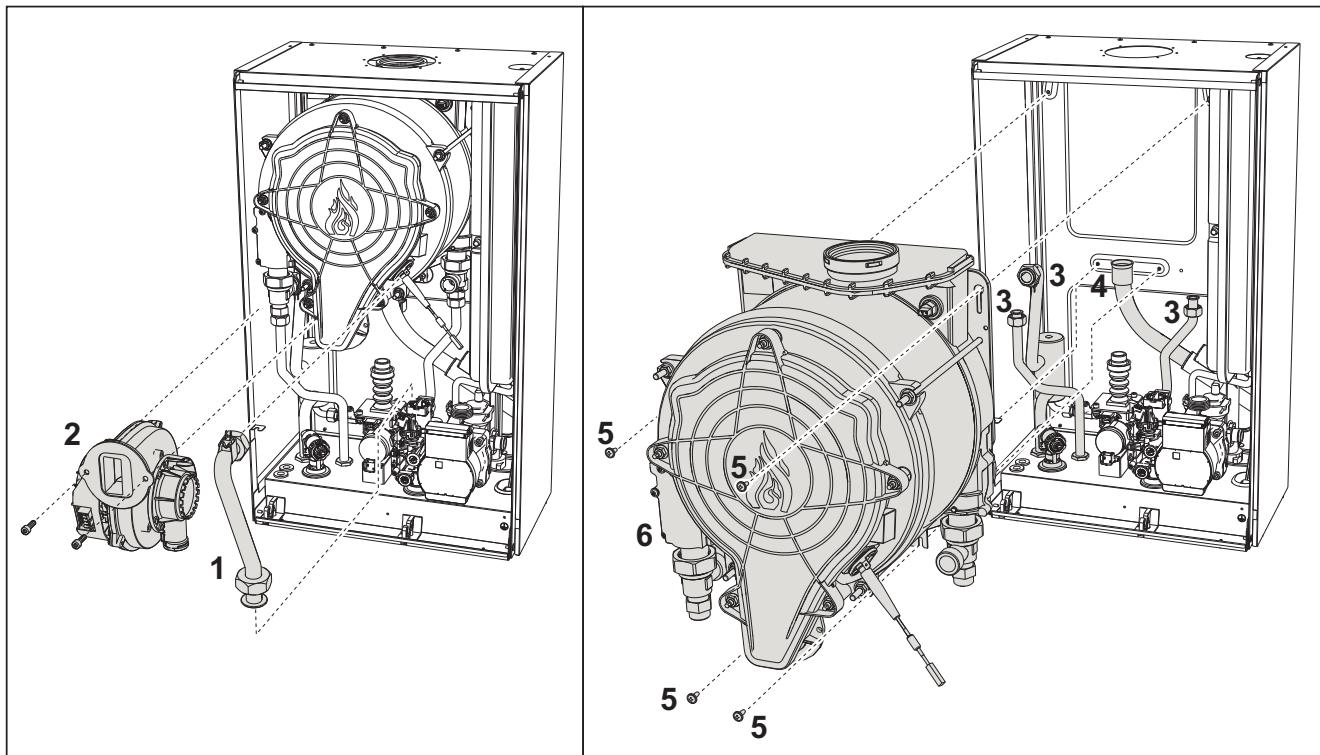

fig. 40- Schimbătorul principal
- Scoateți cele 2 șuruburi **superioare “5”** de fixare a schimbătorului de cadru (fig. 40)
- Slăbiți cele 2 șuruburi **inferioare “5”** de fixare a schimbătorului de cadru (fig. 40)